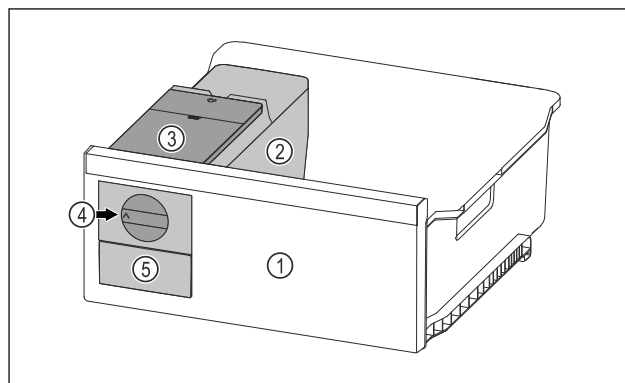

Fig. 71 Exempel
- Vrid reglaget Fig. 71 (4) medurs fram till anslaget.
- ▷ Isbitar faller från isbitsbrickan in i isbitlådan Fig. 71 (5).